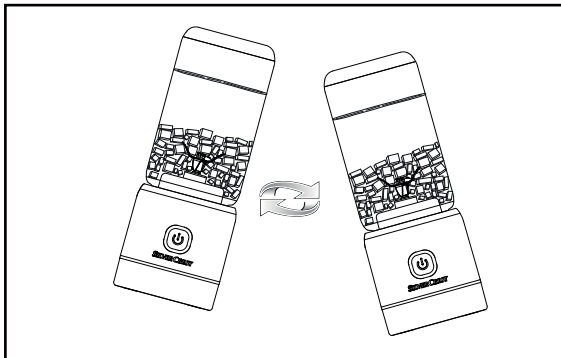

Abb. 1
- 4) Damit sich die Zutaten besser verteilen, können Sie das Gerät bewegen während es die Lebensmittel zerkleinert. Halten Sie das Gerät hierzu in der Hand und führen Sie damit schwenkende Hin- und Her-Bewegungen aus (siehe Abb. 1). Achten Sie darauf, dass sich der Mixbecher ④ nicht vom Motorblock ⑨ löst.
- ❗ **Hinweis:** Wenn das Kreuzmesser ❸ blockiert ist, leuchtet die Indikationsleuchte ❷ abwechselnd 5 Mal rot und 5 Mal weiß. Lösen Sie die festsitzen- den Teile vorsichtig unter Verwendung z. B. einer Gabel und starten dann einen neuen Zyklus. Die Indikationsleuchte ❷ leuchtet wieder weiß.
- 6) Wenn Sie den Zerkleinerungsvorgang vorzeitig abbrechen wollen, drücken Sie den Ein-/Aus-Druckschalter ❷ 1 Mal. Das Gerät hört sofort auf zu arbeiten.
- 7) Wenn der Zerkleinerungsvorgang beendet ist, halten Sie das Gerät so, dass die Öffnung des Mixbechers ❹ nach oben und das Kreuzmesser ❸ am Motorblock ❶ nach unten zeigt. Schrauben Sie den Motorblock ❶ ab, indem Sie ihn gegen den Uhrzeigersinn drehen.
- 8) Den Mixbecher ❹ können Sie auch als Trinkbecher verwenden. Zum Transport oder zur Lagerung im Kühlschrank verwenden Sie den mitgelieferten Deckel ❶.